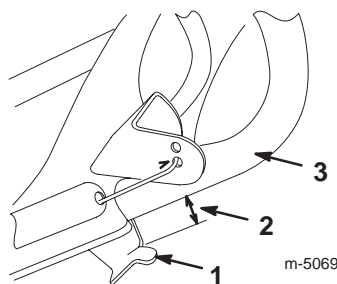
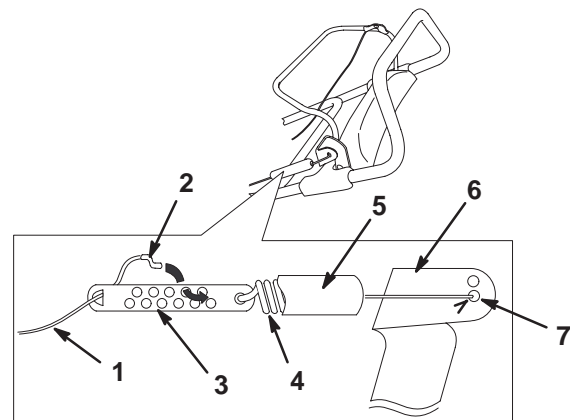

Bild 9
Bild 10
3. Stellen Sie sicher, dass ein Abstand von 3 bis 6 mm zwischen dem Steuerstangenprofil und dem Griff vorhanden ist (siehe Bild 9).
1. Entfernen Sie das Federende von der Öffnung in der Mitte des Schaltstangenprofils (siehe Bild 10).
3. Entfernen Sie das Z-Teil von der Zugeinstellung (Bild 10) ab und positionieren Sie das Z-Teil in einem höheren oder tieferen Loch der Einstellung, um den korrekten Abstand von 3 – 6 mm zwischen dem Schaltstangenprofil und dem Griff herbeizuführen (Bild 9).
5. Bringen Sie das Federende in der Öffnung in der Mitte des Steuerstangenprofils an (siehe Bild 10).
Hinweis: Der Antriebsriemen wird nach längerem Einsatz abgenutzt und verliert seine korrekte Spannung. Eine unsachgemäße Riemenspannung führt zum Rutschen des Riemens und zur Reduktion der Fräsenleistung bei starker Beanspruchung. Es kann nach zwei bis drei normalen Arbeitseinsätzen (10 bis 15 Betriebsstunden) zum Riemenschlupf kommen. Wenn der Antriebsriemen bei einer schweren Last zu locker ist (ständig quietscht), erhöhen Sie die Spannung des Riemens, indem Sie das Federende in der anderen Öffnung am Steuerstangenprofil anbringen (siehe Bild 10). Stellen Sie den Abstand zwischen Steuerstangenprofil und Griff auf 3 bis 6 mm ein.